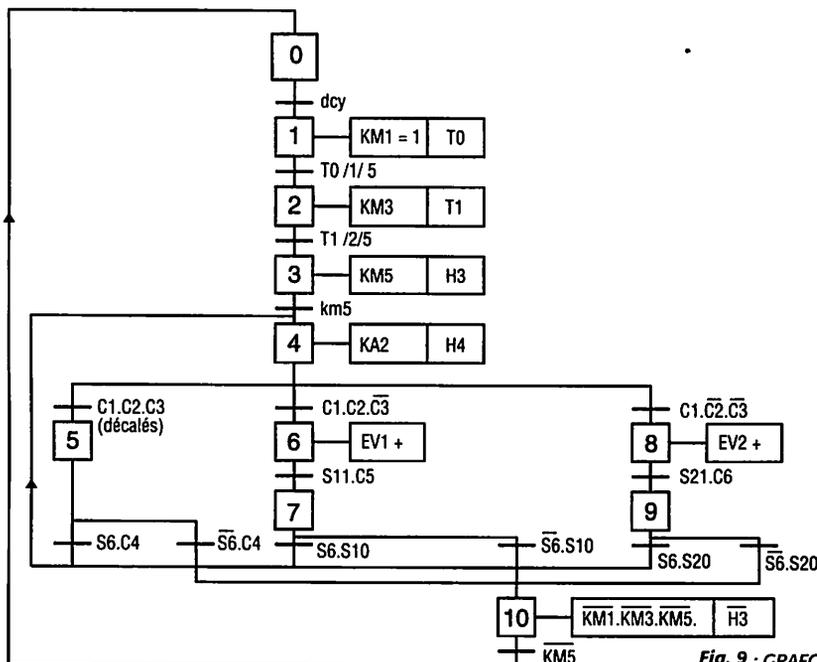

Fig. 9 : GRAFCET des spécifications technologiques.
3.3. GRAFCET des spécifications technologiques (fig. 9)